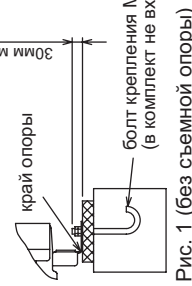

Рис. 1 (без съемной опоры)
- ① Проверьте прочность основания, предусмотрите слив дренажа (при работе прибора на некоторых его элементах конденсируется влага), подключение фреоновых труб и кабелей.
- ② Установочные опоры должны прочно располагаться на основании (рис. 1 и 2).
- ③ Болты крепления должны выступать не более, чем на 30мм (рис. 1 и 2).